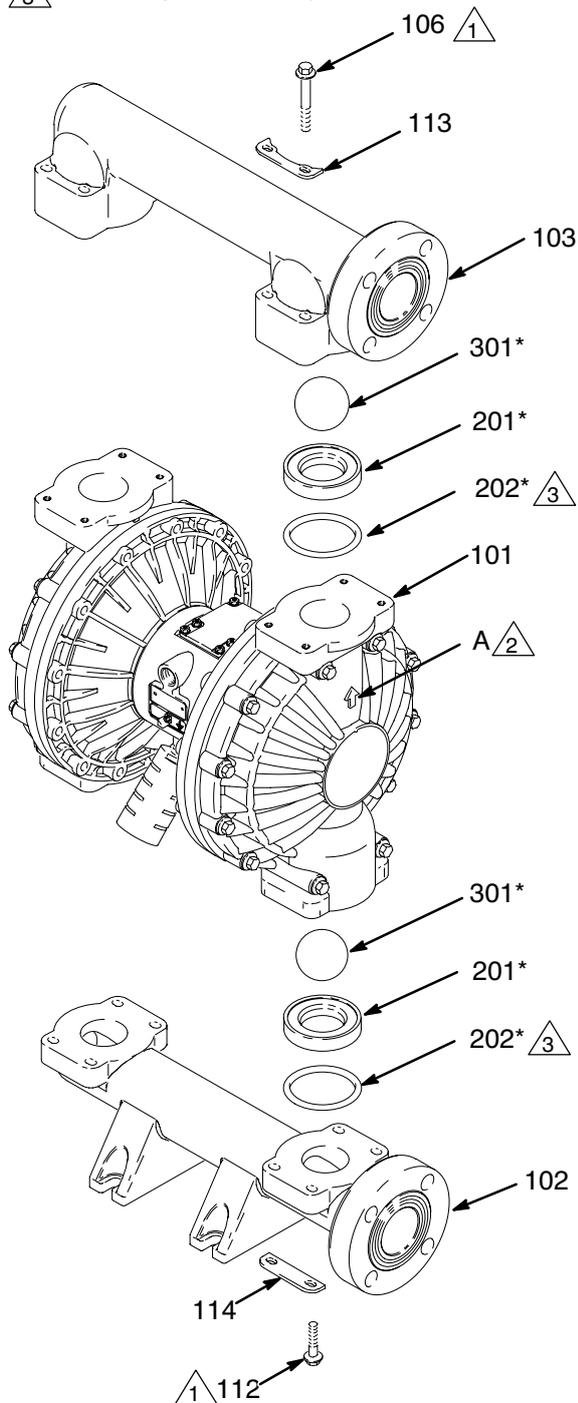

Рис. 11
3. С помощью торцевого ключа на 10 мм выкрутите четыре болта (106) и извлеките четыре шайбы (113), удерживающие выпускной коллектор (103) на крышках для жидкости (101). См. Рис. 11.
4. Извлеките седла (201), шарики (301) и уплотнительные кольца (202) из коллектора.
2. Снова соберите в обратной последовательности операций, соблюдая все примечания на Рис. 11. Убедитесь, что шаровые обратные клапаны собраны **точно**, как показано на рисунке. Стрелки (A) на крышках для жидкости (101) **должны** указывать в сторону выпускного коллектора (103).
- 2  Стрелка (A) должна указывать в сторону выпускного коллектора (103).